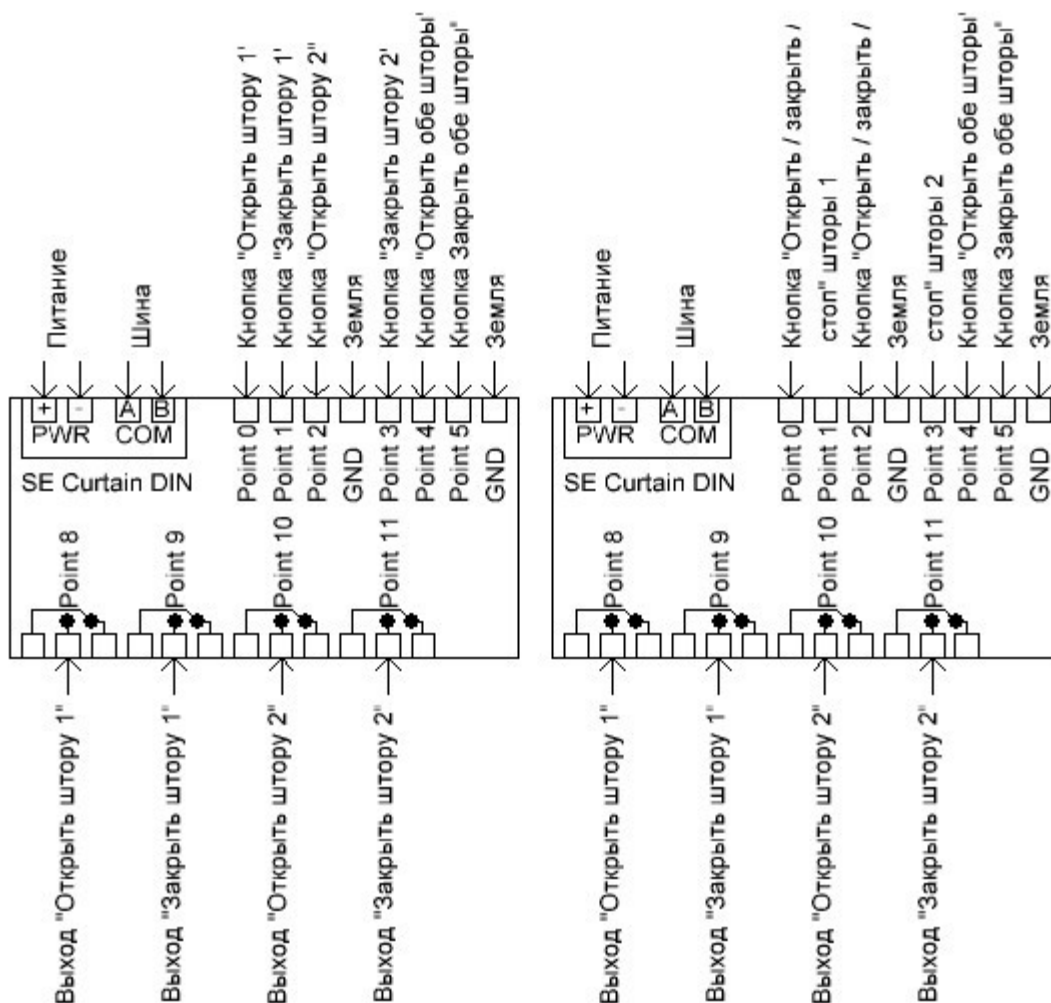

Рис.1
3. Подключите терминалы COM A и COM B к шине (см. Рисунок 1).